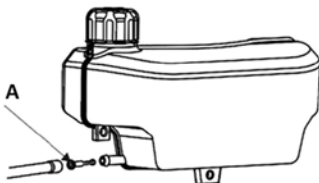

Fig. 15
1. Scoateti filtrul de combustibil (A) de la rezervorul de alimentare cu combustibil.
3. Remontati filtrul de combustibil (A) la rezervorul de alimentare cu combustibil (vezi Fig. 15).